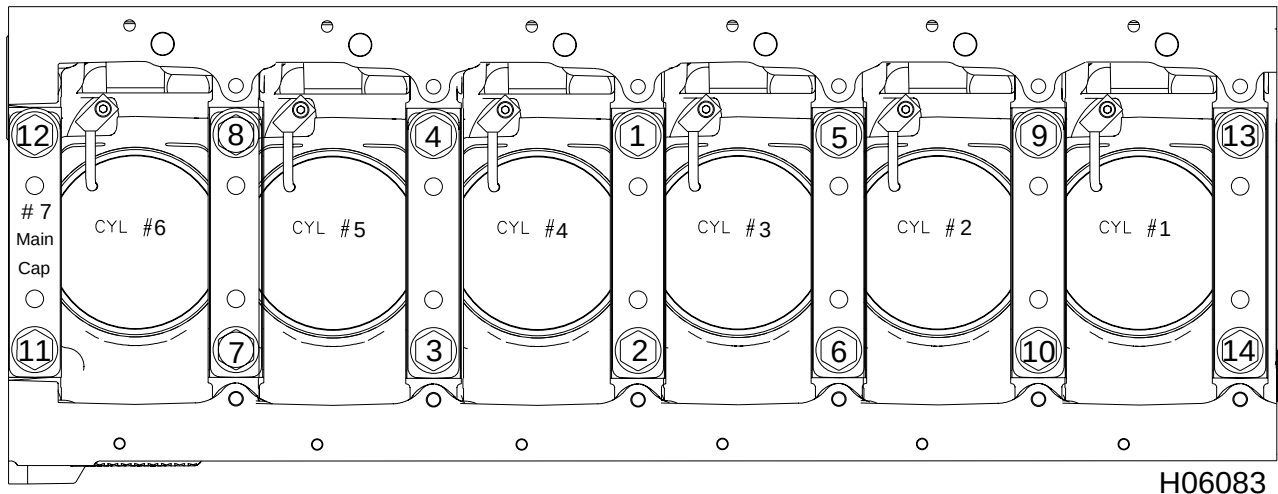

Figura 364 Secuencia recomendada de torque del perno del cojinete de bancada
1. Ajuste cada uno de los pernos de cojinete de bancada a 136 N·m (100 lbf/pie) con la secuencia de torque recomendada (Figura 364).
2. Ajuste cada uno de los pernos de cojinete de bancada a 177 N·m (130 lbf/pie) con la secuencia de torque recomendada (Figura 364).